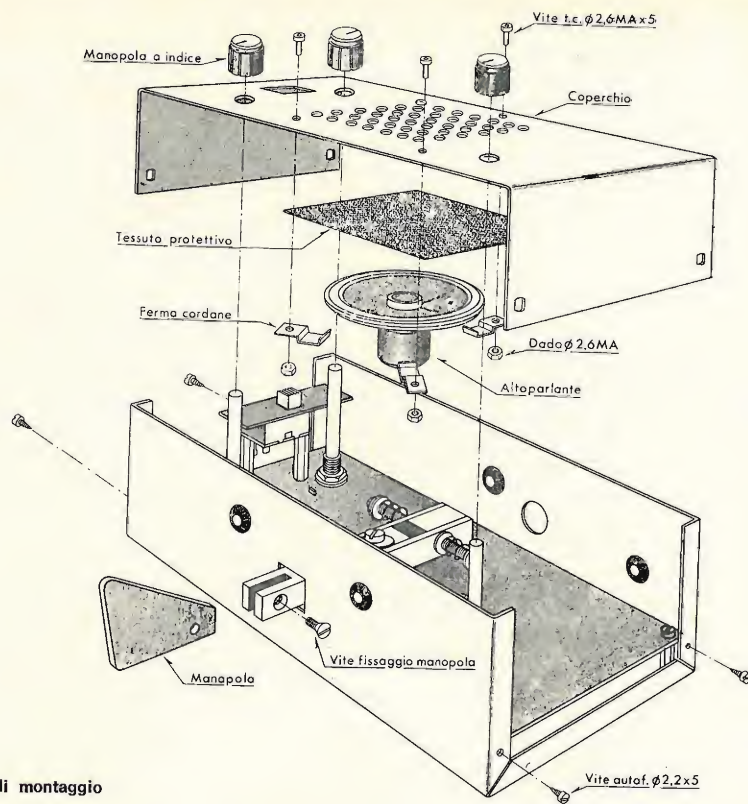

figura 6
- Riferendosi alla figura 6 fissare l'altoparlante al coperchio. In primo luogo si appoggerà nella parte interna del coperchio, in corrispondenza della parte forata, il tessuto protettivo. Successivamente, dopo aver appoggiato l'altoparlante al tessuto, in modo che ne ricopra interamente la sua superficie, si procederà a fissarlo al coperchio utilizzando i tre ferma cordone, le tre viti 2,6 MA e i rispettivi dadi.
- Fissare il coperchio al contenitore mediante le quattro viti autofilettanti, come indicato in figura 6.
- Fissare la manopola al manipolatore, mediante l'apposita vite, come indicato nella citata figura 6.